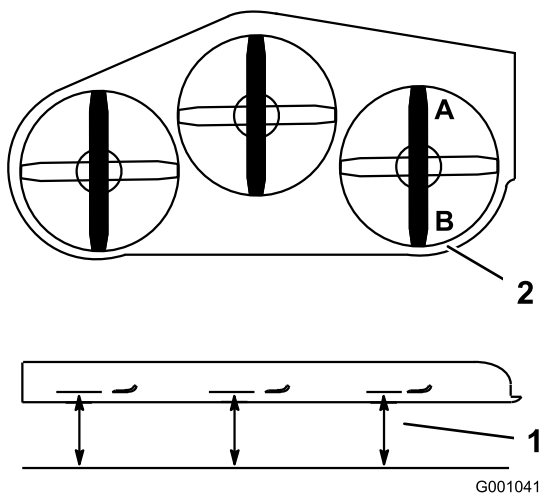

Bild 96
2. Stellen Sie 1 Messer in Längsrichtung. Messen Sie an den Stellen **A** und **B** von einer ebenen Oberfläche bis zur Schnittkante der Messerspitzen (**Bild 96**).